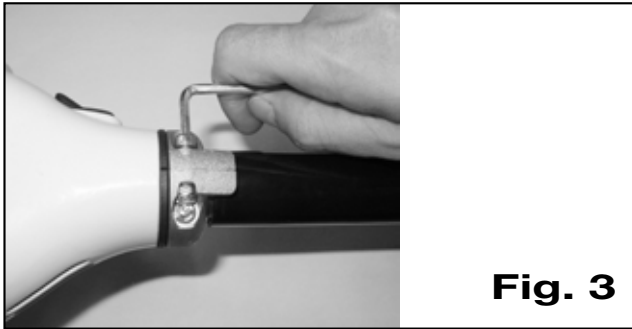

Fig. 3
**Transmisión flexible-motor por línea "Quick" (P590Z TV):** introduzca el eje flexible desde la parte no roscada, sobre el soporte campana embrague. Quite los dos tornillos de fijación de las bridas, introduzca la patilla en el orificio específico, prestando atención a colocar la cabeza en la parte fresada de las bridas y bloquéelo con el anillo de retención. Fije los dos tornillos de las bridas (fig. 3). Verifique que eje flexible pueda girar.